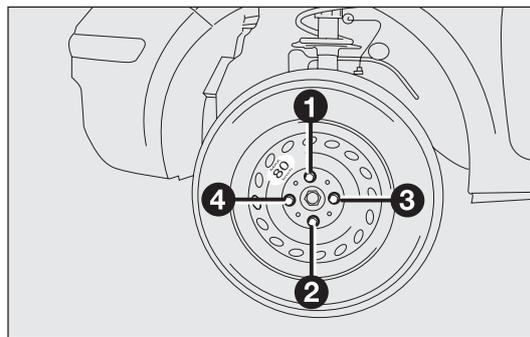

fig. 127
- ❑ apriete bien los tornillos, pasando alternativamente de un tornillo al diametralmente opuesto, siguiendo el orden indicado en la fig. 127.